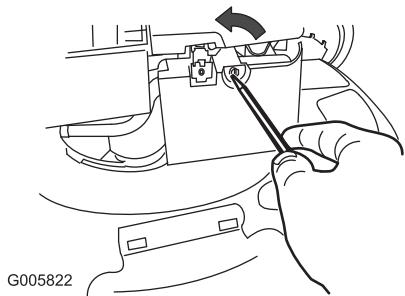

Bild 26
- Öffnen Sie die Luftfilterabdeckung mit einem Schraubenzieher (Bild 26).